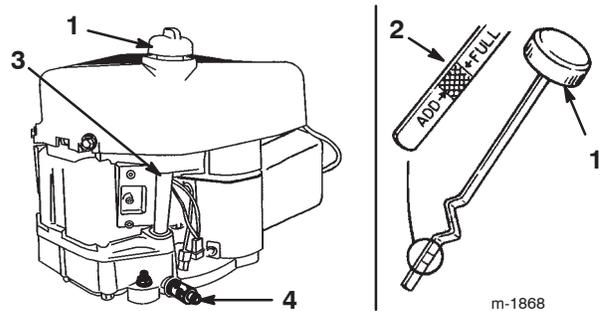

Bild 18
7. Reinigen Sie den Bereich um den Ölpeilstab herum (Bild 18), damit kein Schmutz in den Einfüllstutzen gelangt und so den Motor beschädigen kann.
8. Schrauben Sie den Ölpeilstab los und wischen Sie das Metallende ab (Bild 18).
9. Schrauben Sie den Ölpeilstab vollständig in den Einfüllstutzen (Bild 18).
12. Reinigen Sie den Bereich um den Peilstab (Bild 18) und drehen Sie den Verschlussdeckel ab.
13. Gießen Sie ca. 80 % des Motoröls langsam in den Einfüllstutzen (Bild 18). Siehe „Wechseln des Motoröls“ auf Seite 24.